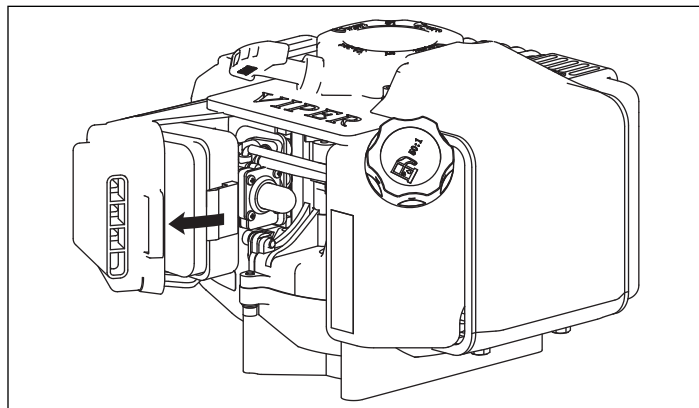

Figura 6
3. Una vez que las lengüetas de retención estén sueltas, gire la cubierta del alejándola del motor para retirar la cubierta del filtro de aire. **CONSULTE LA FIGURA 6.**